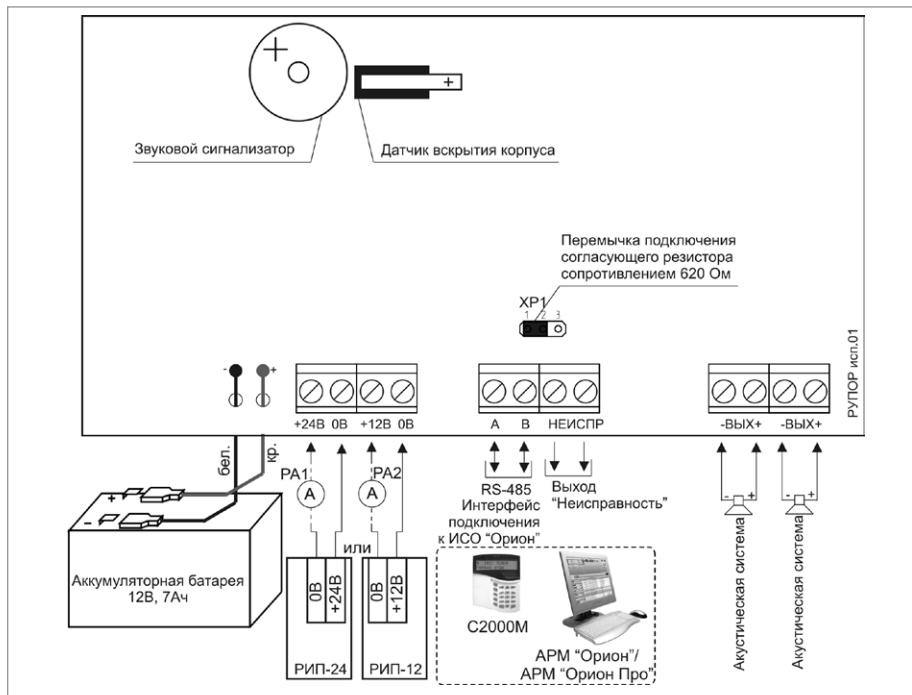

Рисунок 3.
2. Схема внешних соединений приведена на рис. 3.